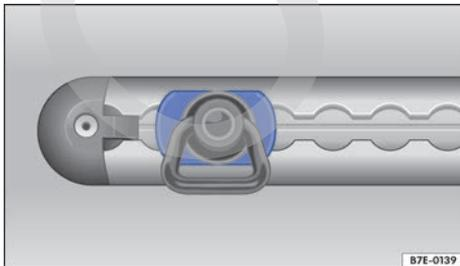

Fig. 81 Representación esquemática: rail de amarre con argolla de amarre.
- Cerciórese de que la argolla haya encastrado correctamente. Los lados de la argolla se tienen que encontrar en posición horizontal ⇒ fig. 81.